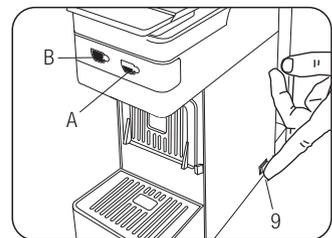

Fig.4
- Accendere la macchina azionando l'interruttore principale (9)(Fig.4)
- I tasti (A) e (B) cominceranno a lampeggiare; dopo circa un minuto si illuminano in modo fisso e la macchina è pronta per l'utilizzo (Fig.4)